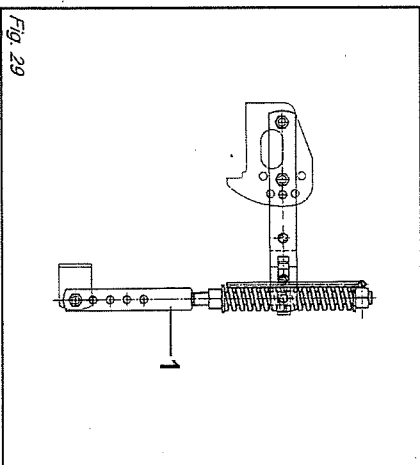

Fig. 29
- 2) Il mazzinotto a molla (1 Fig. 29) oltre a sostenere la lamiera livellatrice ed ammortizzarla nel trasporto su strada, serve a evitare il ribaltamento della macchina durante il parcheggio.
- 2) Besides supporting the levelling plate and acting as a shock absorber for it during road transport, the spring ram (1 Fig. 29) prevents the machine from overturning when parking.
- 2) Die Federwinde (1 Abb. 29) trägt nicht nur das Planierschild und dient beim Straßentransport zur Dämpfung von Stößen, sondern sie soll auch verhindern, daß die Maschine während des Parkens umkippt.
- 2) Le vérin à ressort (1 Fig. 29) sert de soutien à la tôle de nivellement et de suspension pendant le transport sur route, pour éviter le basculement du machine lors du stationnement.
- 2) El gato de resorte (1 Fig. 29), además de sostener la chapa de nivelación y protegerla durante el transporte en carretera, sirve para evitar el vuelco de la máquina durante el estacionamiento.